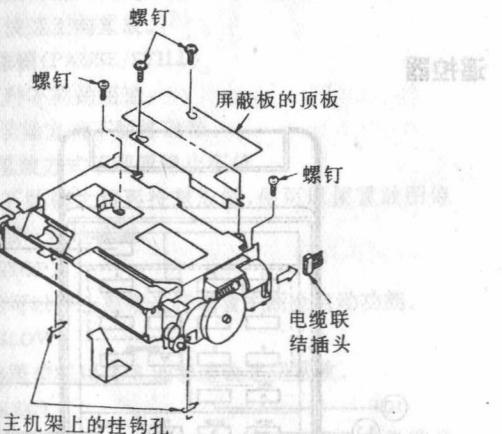

图 1-3-1 带盒仓组件的更换
- 首先向前拉带盒仓组件,从主机座上挂钩孔中摘掉钩爪,然后向上取出带盒仓组件并更换它,见图 1-3-1。